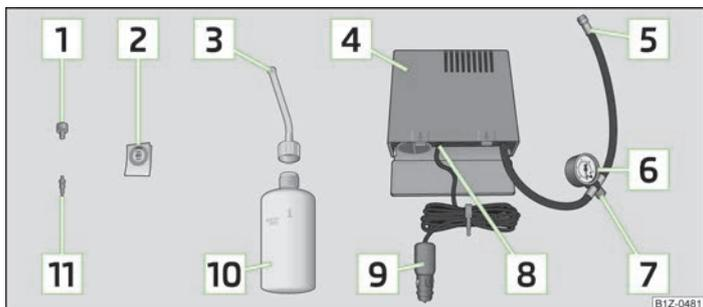

Fig. 152 Componentes del kit de averías
- Pegar la etiqueta adhesiva **2** » fig. 152 de la página 190 sobre el cuadro de mandos en el campo visual del conductor.
- Agitar la botella de inflado de neumáticos **10** » fig. 152 de la página 190 fuertemente varias veces.
- Enroscar el tubo flexible **5** » fig. 152 de la página 190 del compresor de aire firmemente en la válvula del neumático.